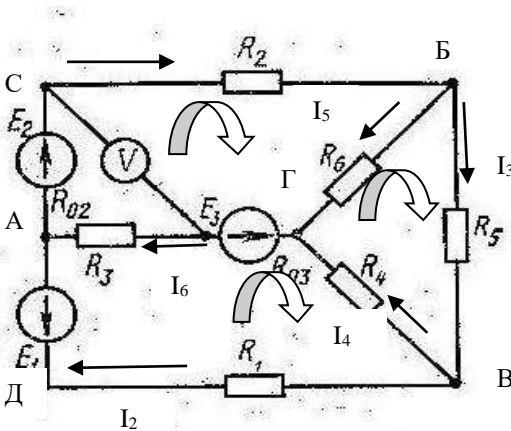

Рис.1.2. Схема замещения электрической цепи с обозначенными узлами и токами, протекающими во всех ветвях цепи.
1. В произвольном порядке буквами **А, Б, В, Г, Д** обозначаем узлы, а также намечаем направление токов, протекающих во всех ветвях (см.рис. 1.2).
3. По полученным значениям определителей определяем значения контурных токов, т.е. значения токов в ветвях внешнего контура схемы замещения рассматриваемой электрической цепи (см. рис. 1.2):